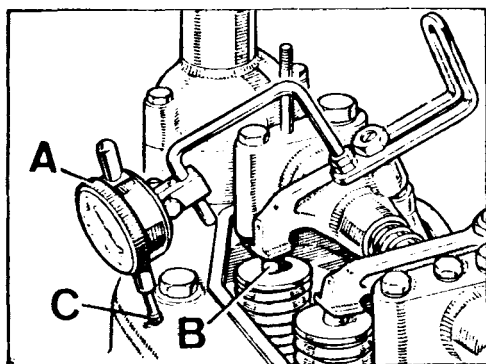

Fig. A1-G Comparador de reloj instalado sobre el balancín de la válvula de escape del primer cilindro
- 4.3. Instalar un comparador de reloj sobre el balancín de la válvula de escape del primer cilindro, por medio del soporte, 530106, según se indica en la Fig. A1-G.
NOTA: El objeto de instalar el comparador de reloj sobre el balancín de la válvula de escape del primer cilindro, es para determinar la máxima apertura de esta válvula, posición que se corresponde con la que en este momento tiene el cigüeñal (Fig. A1-B).
- 4.4. Trazar una marca, A (Fig. A1-H) sobre la parte frontal del bloque, la cual servirá de referencia para trazar el resto de las marcas.